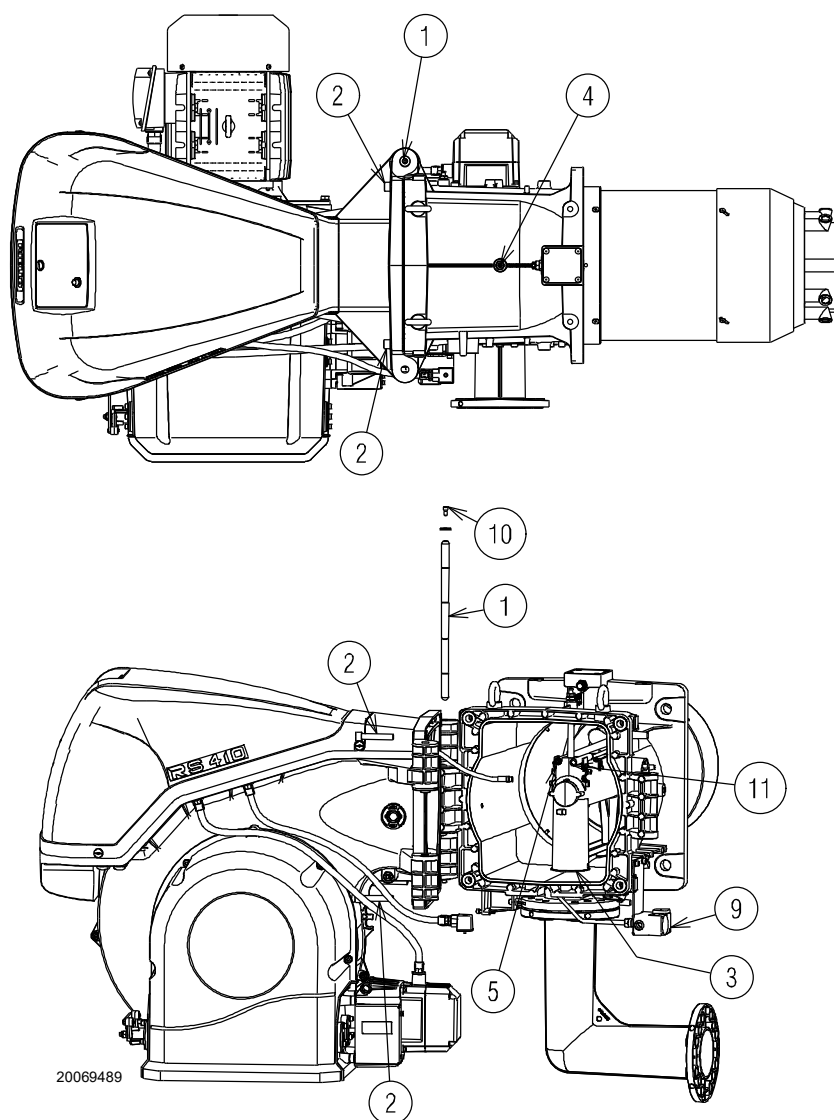

Рис. 16
Горелка поставляется с завода с открытием в левую сторону, следовательно, штифт 1)(Рис. 16) остается на месте.
- A Отсоедините штепсельное соединение 9)(Рис. 16) реле максимального давления газа.
- D Полностью откройте горелку, как показано на Рис. 16.
Чтобы открыть горелку с противоположной стороны, перед извлечением штифта 1)(Рис. 16) проверьте, чтобы 4 винта 2) были затянутыми.
- H Отсоедините разъем 9)(Рис. 16) реле максимального давления газа, а затем поступайте, как описано выше в пункте C).